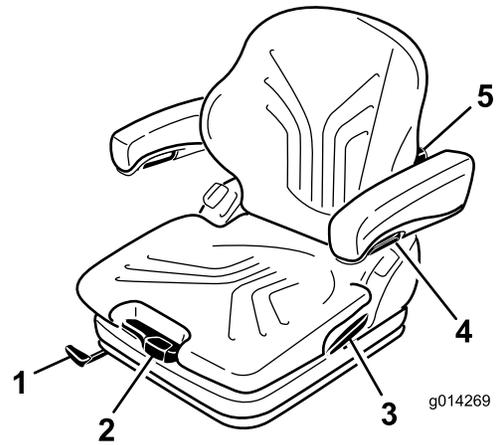

Figure 10
Réglez le siège pour votre poids en tirant ou en poussant le levier de réglage correspondant (Figure 10).
1. Levez le levier pour débloquer le siège (Figure 10).
En tournant le bouton de réglage vers le haut, vous pouvez régler le renflement de la partie supérieure du dossier. En tournant le bouton de réglage vers le bas, vous pouvez régler le renflement de la partie inférieure du dossier (Figure 10).
Pour régler la hauteur des accoudoirs, séparez le cache rond (Figure 10) du couvercle, desserrez l'écrou hexagonal (13 mm) qui se trouve derrière, réglez les accoudoirs à la position voulue puis resserrez l'écrou. Remplacez la cache sur l'écrou.
Pour régler l'angle des accoudoirs, tournez le bouton de réglage (Figure 10).
Tirez sur le levier pour libérer le verrou du dossier (Figure 10). Lorsque le verrou est libéré, ne vous appuyez pas contre le dossier.